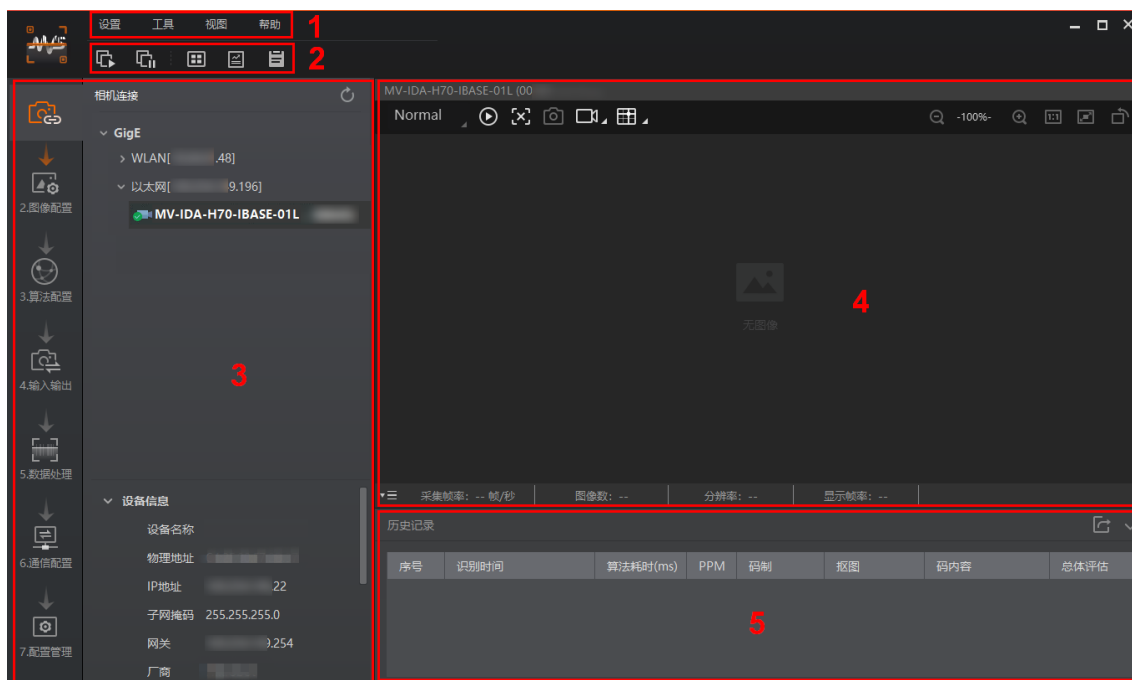

图3-19 IDMVS 主界面
2. 连接设备后，客户端主界面如图 3-19 所示，各功能模块的介绍详见表 3-17。